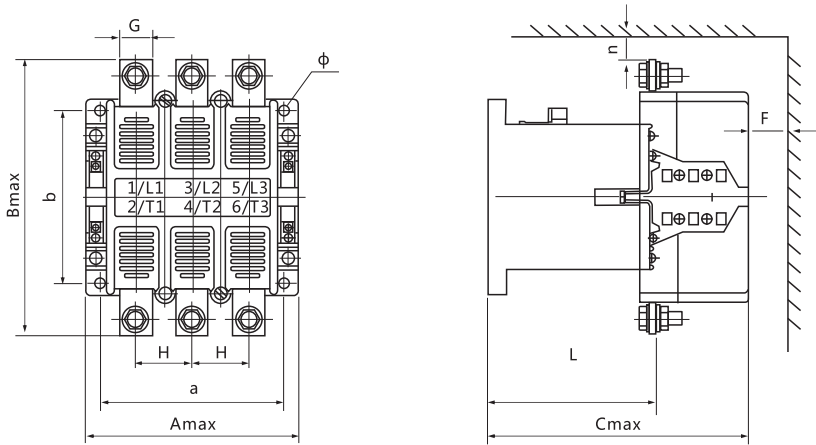

图2
5.2 CJ20-63 ~ 630外形尺寸及安装尺寸见图2、表5。